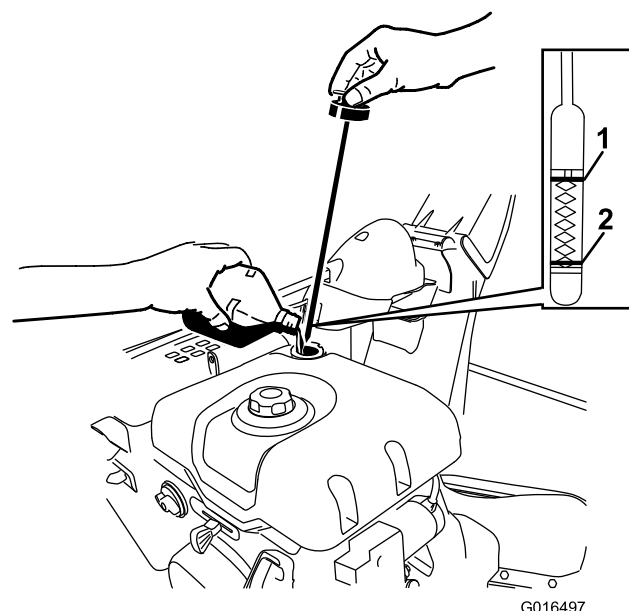

Рисунок 50
- А. Извлеките масломерный щуп и медленно залейте масло в заправочную горловину так, чтобы уровень масла соответствовал метке «Полный» (Full) на щупе (Рисунок 50). Не допускайте переполнения картера.